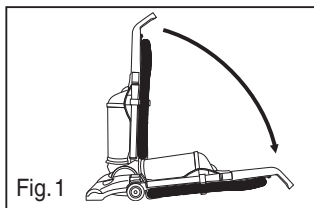

Fig. 1
- Pise el pedal de liberación de la agarradera para ponerla horizontal en el piso (Fig.1).